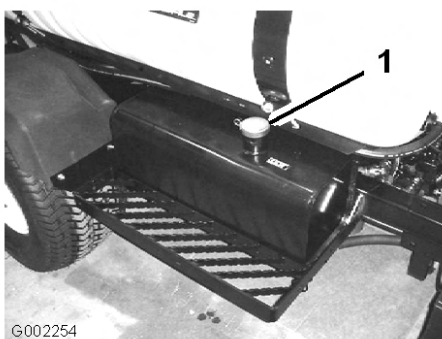

Figura 57
3. Limpie la zona alrededor del tapón del depósito de aceite hidráulico y retire el tapón (Figura 57).